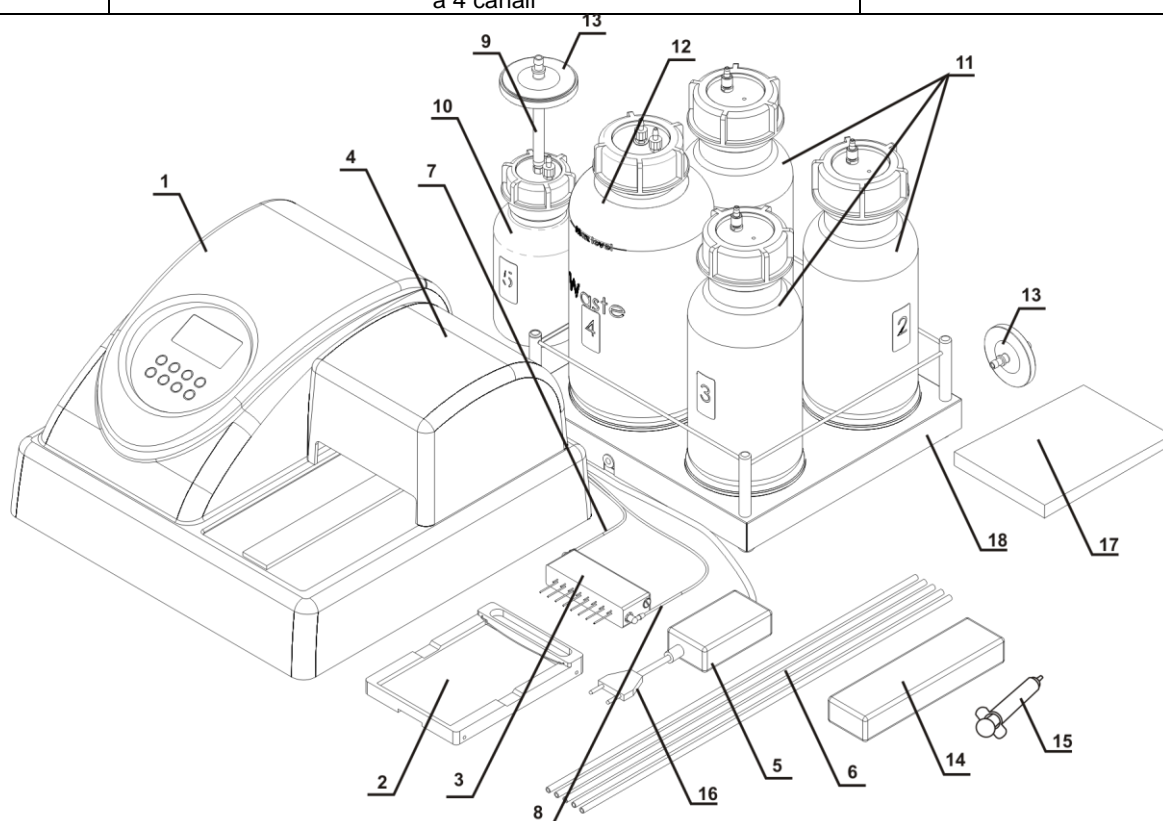
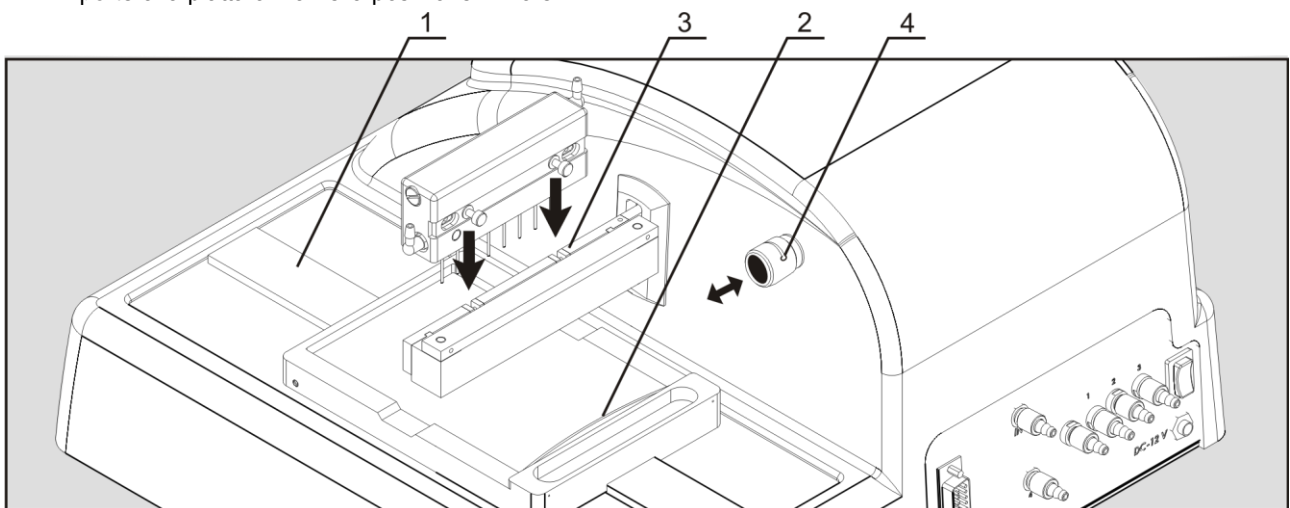
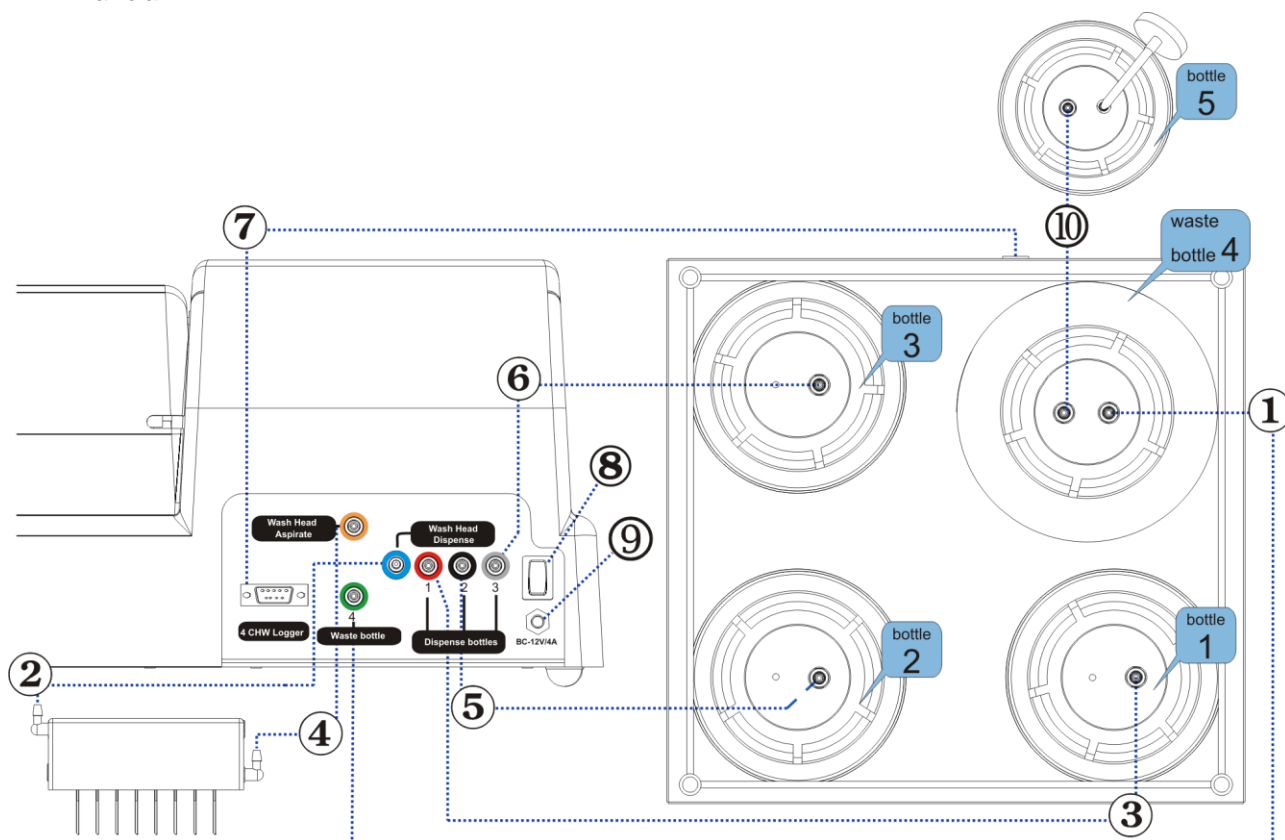

Fig 1. Set fornito
Fig 2. Installazione della piattaforma e del collettore
Fig 3. Diagramma di assemblaggio
3.4.3. Posizionare la piattaforma per piastre sulla guida (fig. 2/1) in modo che il supporto per piastre (molla piana) sia rivolto verso la parte posteriore dell'unità (fig. 2/2). L'elemento magnetico situato sull'altra parte della guida, porterà la piattaforma nella posizione iniziale.
3.4.6. Posizionare il collettore sul braccio di supporto in modo che i perni guida del collettore si infilino nelle rispettive scanalature presenti sul braccio di supporto (fig. 2/3).
3.4.7. Collegare l'ingresso del collettore per il rifornimento del liquido e il connettore della **Washing Head Dispense** (blu) situato sul pannello posteriore dell'unità (fig. 3/2) per mezzo del tubicino (fig.1/7).
3.4.8. Collegare il connettore dell'uscita de collettore e il connettore della **Washing Head Aspirate** (gialla) situato sul pannello posteriore dell'unità (fig. 3/4) per mezzo del tubicino (fig.1/8).
3.4.9. Collegare l'uscita **Waste bottle** (4 — verde) sulla parte posteriore dell'unità al connettore del flacone da 2 litri (numero 4) per la raccolta del liquido di scarto (fig. 3/1).
3.4.10. Collegare il tubicino del filtro idrofobico (fig.1/9) al connettore del flacone da mezzo litro (numero 5), quindi inserire il filtro idrofobico sul tubicino (fig.1/13). Quando si installa il filtro, verificare che l'indicazione "IN" del filtro sia rivolta verso il flacone 5 (fig. 11).
3.4.11. Collegare il flacone per il liquido di scarto al flacone da mezzo litro (numero 5) (fig.3/10).
3.4.12. Collegare il flacone con il tampone 1 al connettore d'ingresso sulla parte posteriore (fig. 3/3) per mezzo del tubicino (fig.1/6).
3.4.13. Collegare il flacone con il tampone 2 al connettore d'ingresso sulla parte posteriore (fig. 3/5) per mezzo del tubicino (fig.1/6).
3.4.14. Collegare il flacone con il tampone 3 al connettore d'ingresso (fig. 3/6) per mezzo del tubicino (fig.1/6).
3.4.15. Inserire il tubicino del collettore (fig. 3/2) nell'apertura della valvola (fig. 2/4). Premere la valvola nella direzione indicata dalla freccia e tenerla premuta mentre si svolge il tubicino e lo si infila attraverso l'apertura. Rilasciare la valvola.
3.4.19. Connettere **RS-232** al connettore a spina sul retro dell'unità per mezzo del cavo (fig. 3/7).
3.5.1. Collegare l'alimentatore esterno alla presa di corrente (fig.3/8) situata sul lato posteriore dell'unità.
3.5.2. Collegare il cavo di alimentazione all'alimentatore esterno (fig.1/16).
Nota: Quando si utilizzano piastre FastFRAME, rimuovere il supporto della piastra (fig. 2/2). Installare nuovamente il supporto quando si utilizzano le immunoplastre.